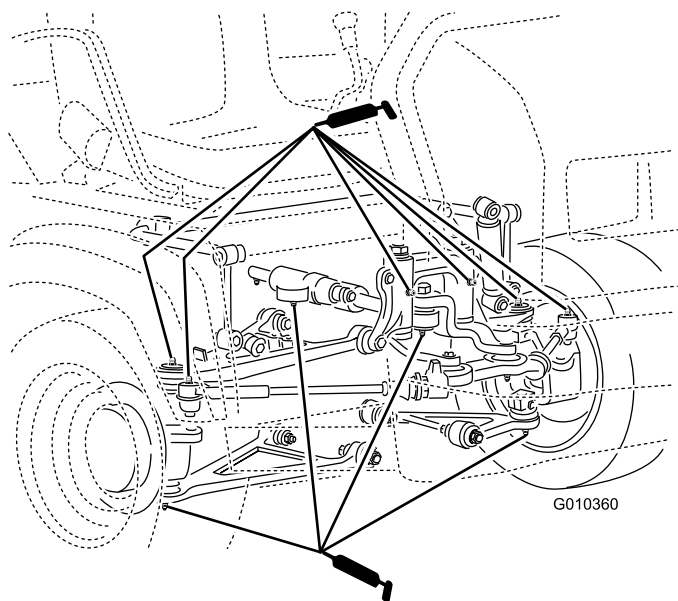

Figure 27
- **Rotules (4);** voir Figure 27
- **Biellettes de direction (2);** voir Figure 27
- **Supports de pivot (2);** voir Figure 27
- **Vérin de direction (2);** voir Figure 27